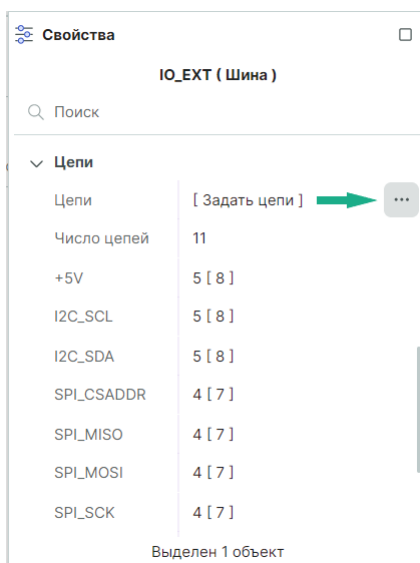

Рис. 124 Переход в окно «Шина»
- Из пункта «Цепи» на панели «Свойства». Для этого нажмите на символ «...», см. Рис. 124.